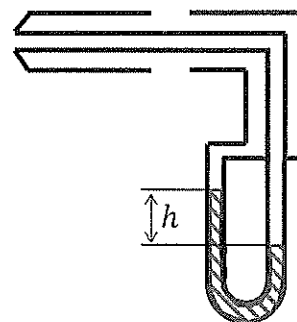

図 2 ピトー管とマノメータ
- (1) 測定部の流速 v_2 を ρ ， p_1 ， p_2 ， A_1 ， A_2 を用いて表せ．
- (2) 測定部に翼型を設置した際のよどみ点圧を p_1 ， p_2 ， A_1 ， A_2 を用いて表せ．
- (3) ピトー管による流速計測の原理を簡潔に説明せよ．
- (4) 図 2 のようにマノメータに接続されているピトー管を測定部に設置し，測定部の流速を測定したい．マノメータ内の作動流体が密度 ρ_w の水であるとき，液面差が h を示した．重力加速度を g とするとき，測定部の流速を ρ ， ρ_w ， g ， h を用いて表せ．